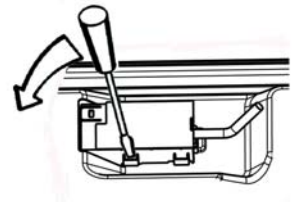

Fig. 7
- insérez l'extrémité d'un tournevis dans les saillies situées sur le côté à l'intérieur de l'appareil (Fig. 7);